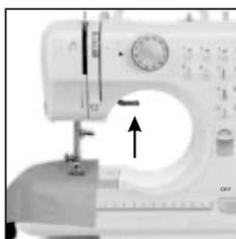

Рисунок 7
2. Поднимите подъемник прижимной лапки и поместите ткань, которую хотите сшить, под прижимную лапку (рис. 7).